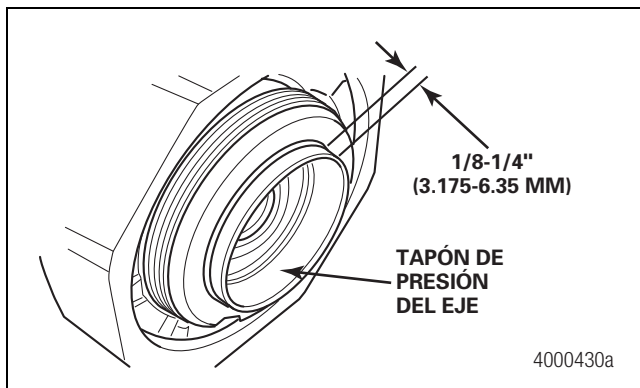

Figura 2.23
17. Compruebe que el tapón de presión del eje sobresale entre 1/8 y 1/4 de pulgada (3.175-6.35 mm) del extremo de la espiga. Figura 2.23.